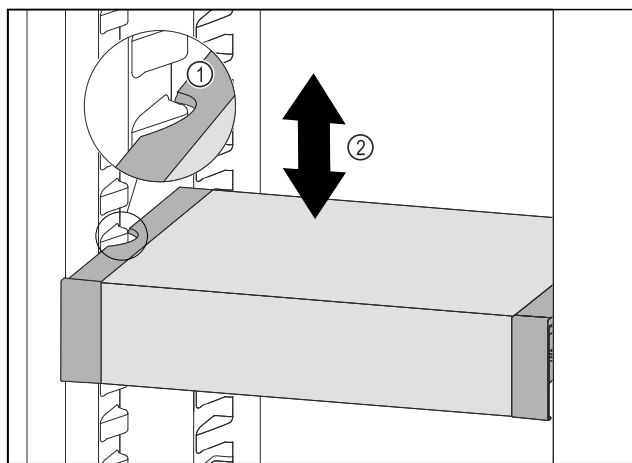

Fig. 151
- 向前移动 VarioSafe，直到 VarioSafe 两侧的凹槽与冷藏区中的容器肋梁持平。 Fig. 151 (1)
- 在冷藏区中向上或向下移动 VarioSafe，直至所需高度。 Fig. 151 (2)